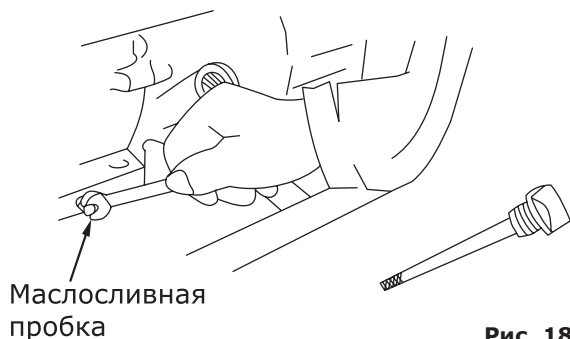

Рис. 18
- Отверните маслосливную пробку и слейте масло (рис. 18).